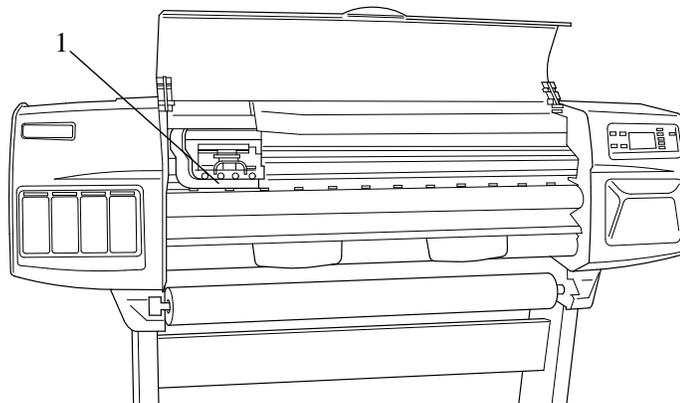

Figura 53: Conector dos tubos dos cabeçotes
2. Mova o carro para uma posição onde possa acessar o conector dos tubos dos cabeçotes (consulte a Figura 53).